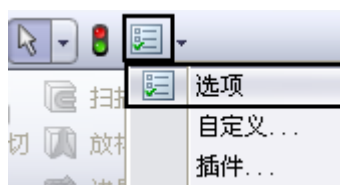

图 2-4 “选项”图标
单击界面最上方标准工具栏中“选项”命令图标（如图 2-4 所示），弹出“系统选项 (S)”对话框，选择对话框中的相应选项，来对 Solidworks 各种文档属性和系统环境等进行设置。